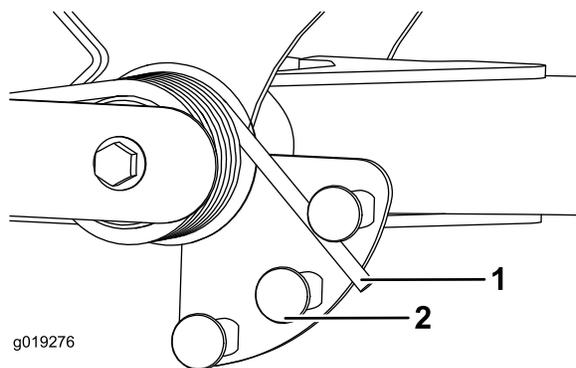

図 35
2. Spring の長い方の端部にチューブのようなものを取り付けて、Spring アクチュエータの周囲に巻きつけるようにして希望位置にセットする 図 35。